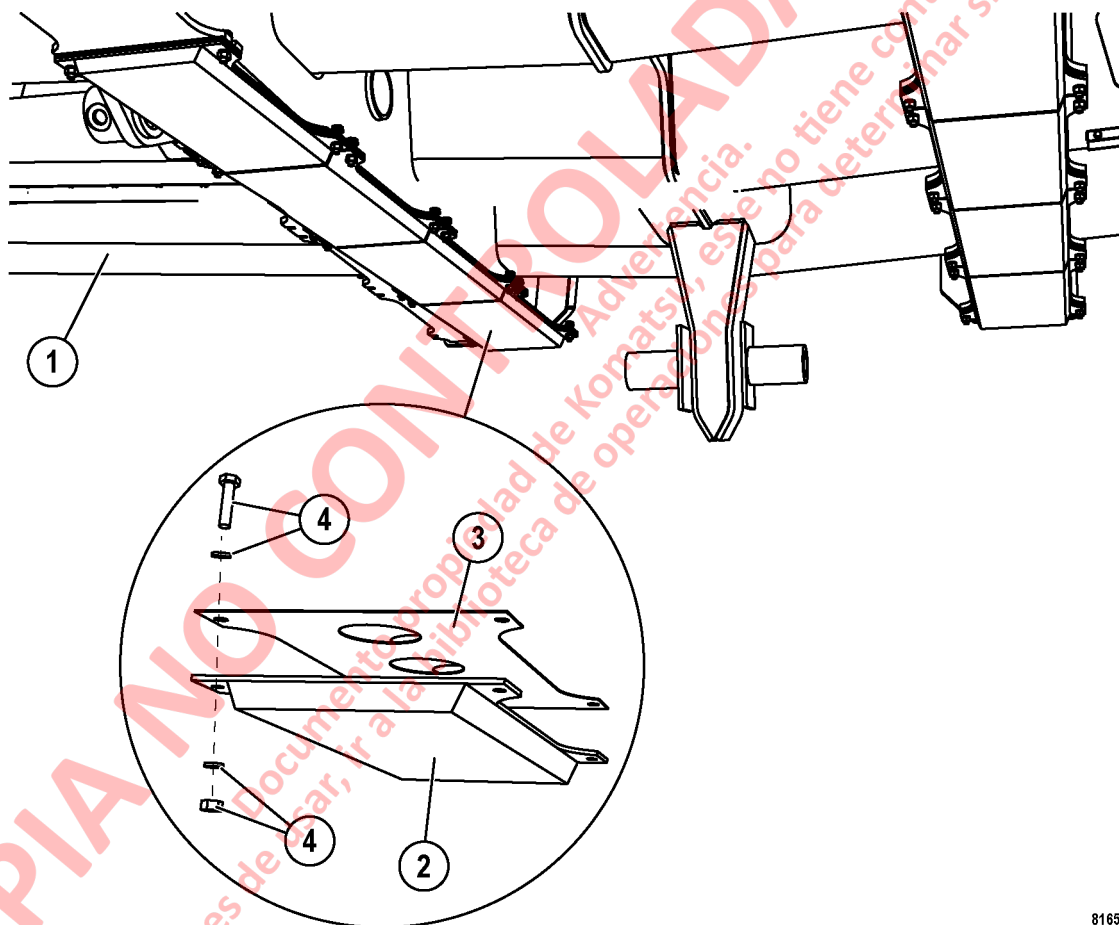

FIGURA 3-4. INSTALACIÓN DE LAS ALMOHADILLAS DE LA TOLVA
1. Levante la tolva (1, Figura 3-4) sin carga hasta una altura suficiente como para acceder a todas las almohadillas.